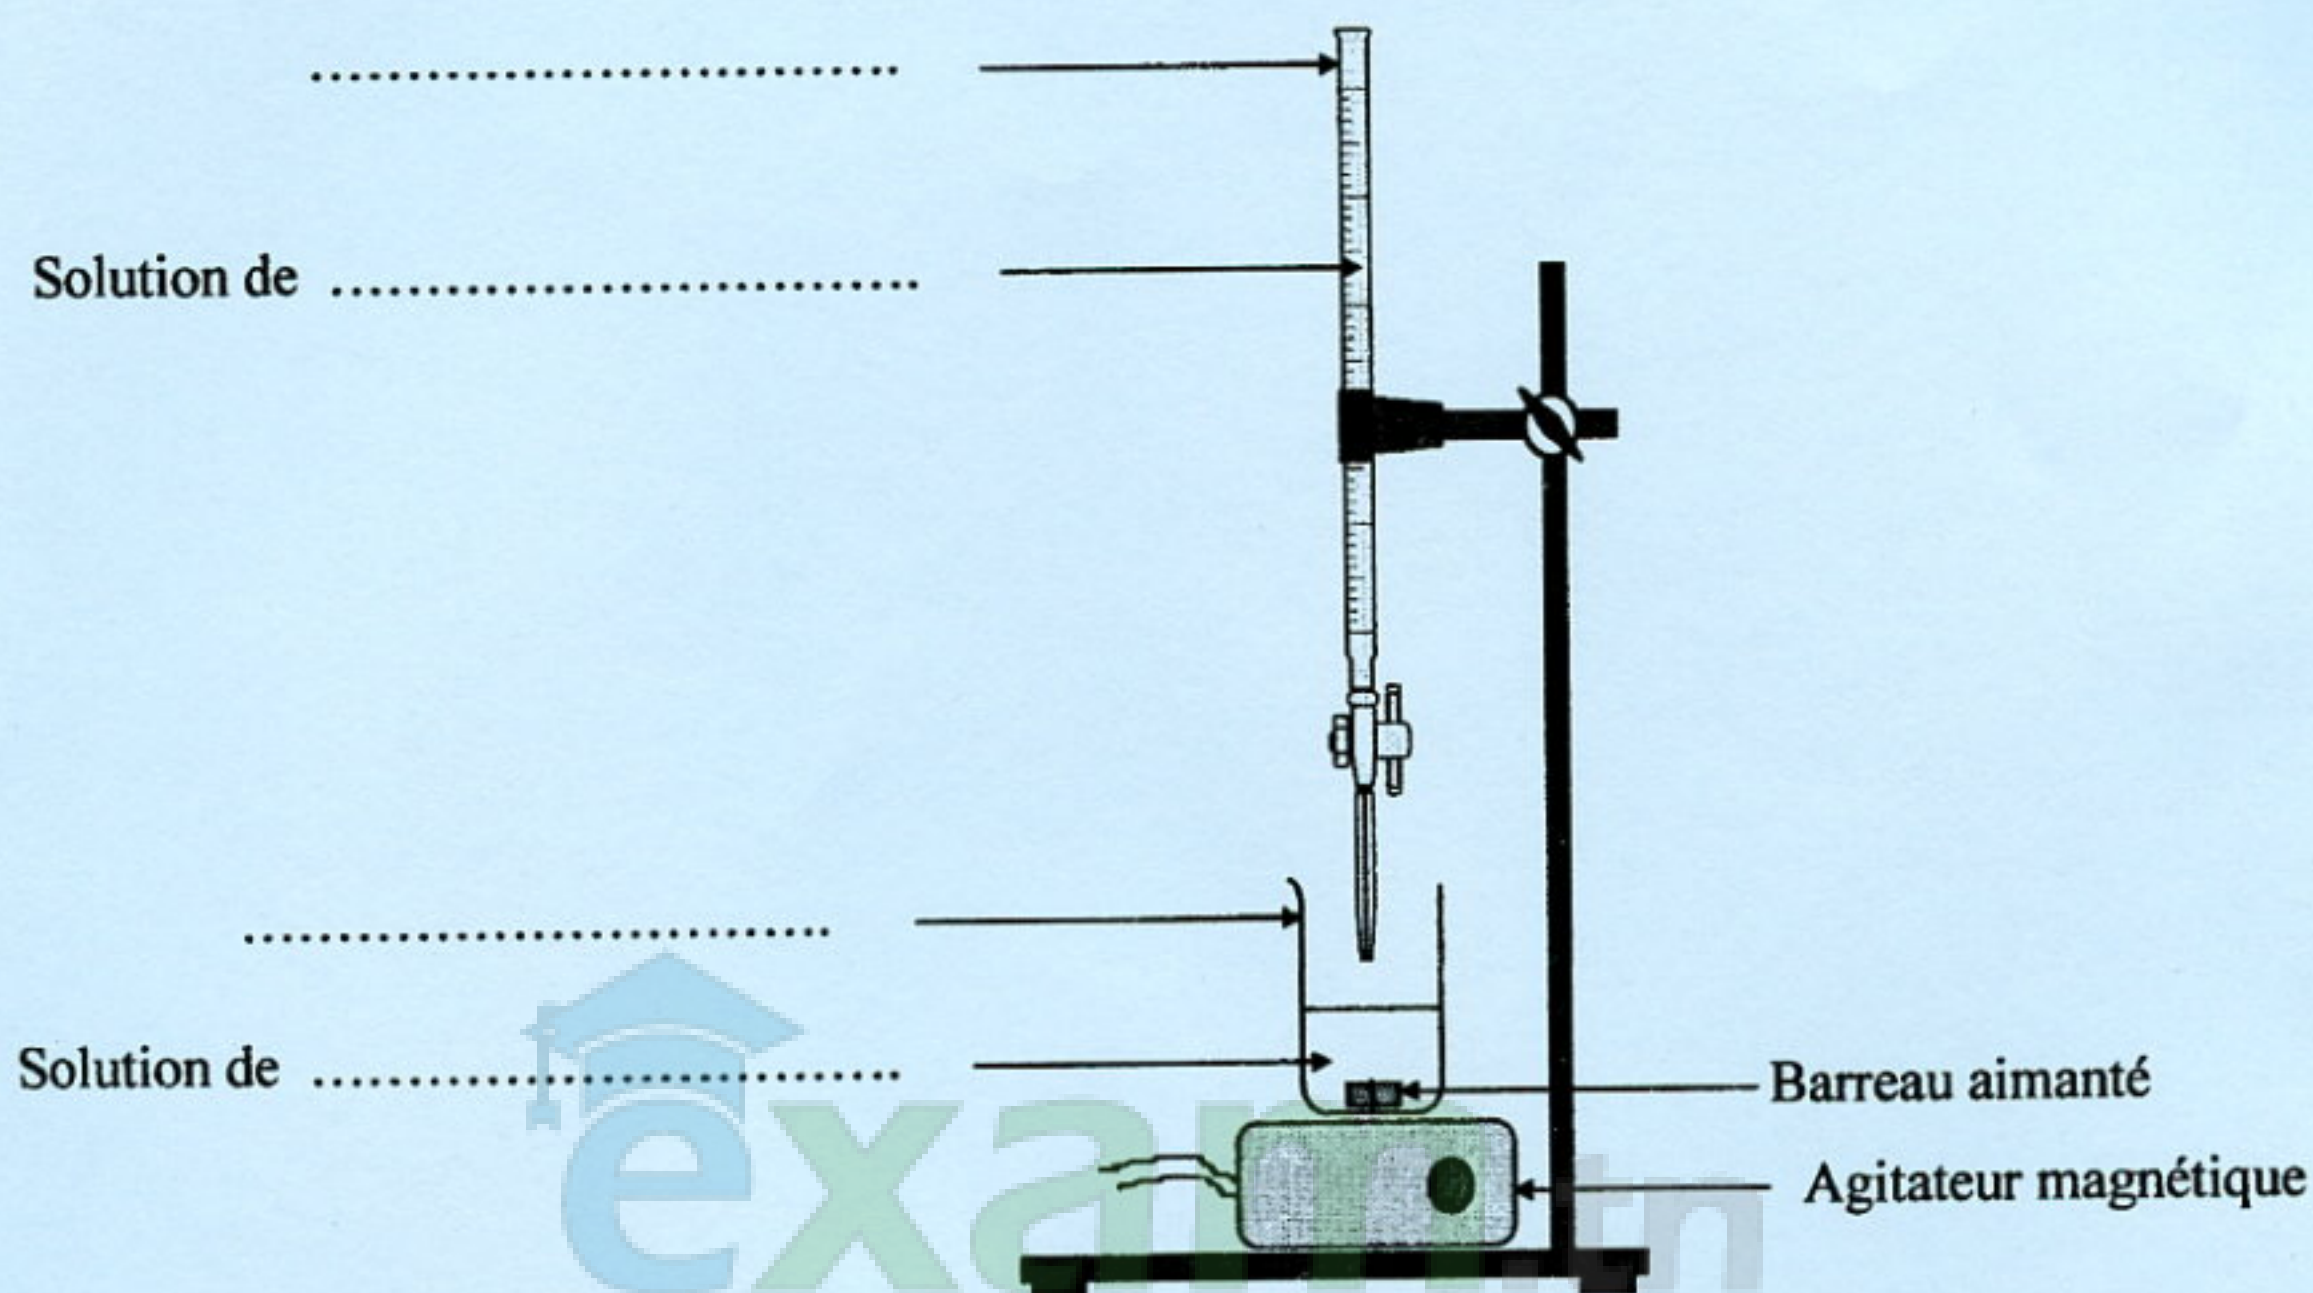

figure 1
Le dispositif expérimental utilisé dans ce dosage est schématisé sur la **figure 1 de la page 5/6** (à rendre avec la copie).
- 1- Compléter l'annotation de la **figure 1 de la page 5/6**.